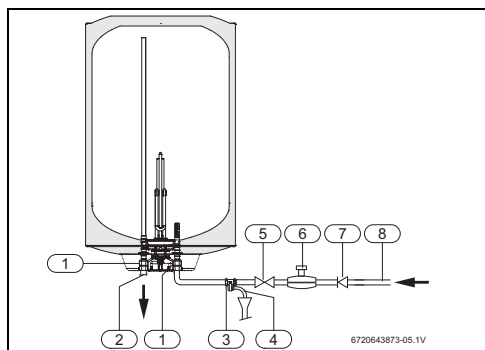

Рис. 8 Подключение воды
Для предотвращения неисправностей, вызванных неожиданными колебаниями давления в водопроводной сети, рекомендуется перед бойлером установить обратный клапан (рис. 8, [7]).
- Установите предохранительный клапан на подводе холодной воды к бойлеру (рис. 8).
Если давление воды превышает 80% от максимально допустимого давления бойлера (6,4 бар), то установите редукционный клапан (рис. 8). При повышении давления в бойлере более 6,4 бар срабатывает предохранительный клапан. Вода, вытекающая из клапана, должна отводиться.